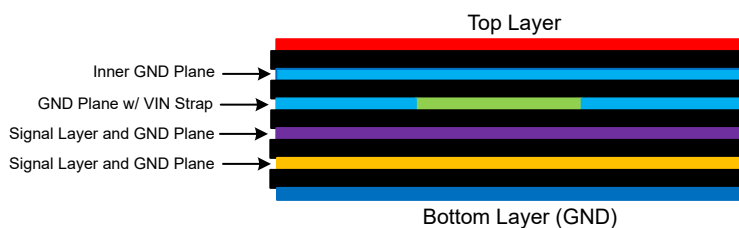

図 8-95. PCB のレイアウト例
- 十分なグラウンド ビアを使用します。複数のグラウンド ビアを使用する必要があります (スティッチング)。これにより、低インピーダンスのグラウンド接続と、レギュレータ用の低インピーダンスの熱パスの両方が実現されます。これは、入力コンデンサのグラウンドの周囲で特に重要です。また、レギュレータの DAP の下にサーマル グラウンド ビアも必要で、PCB の両側まで到達させる必要があります。例として LM654B0EVM を使用します。(図 8-95 は、グラウンド ビアの数と配置に関する説明を目的としています)